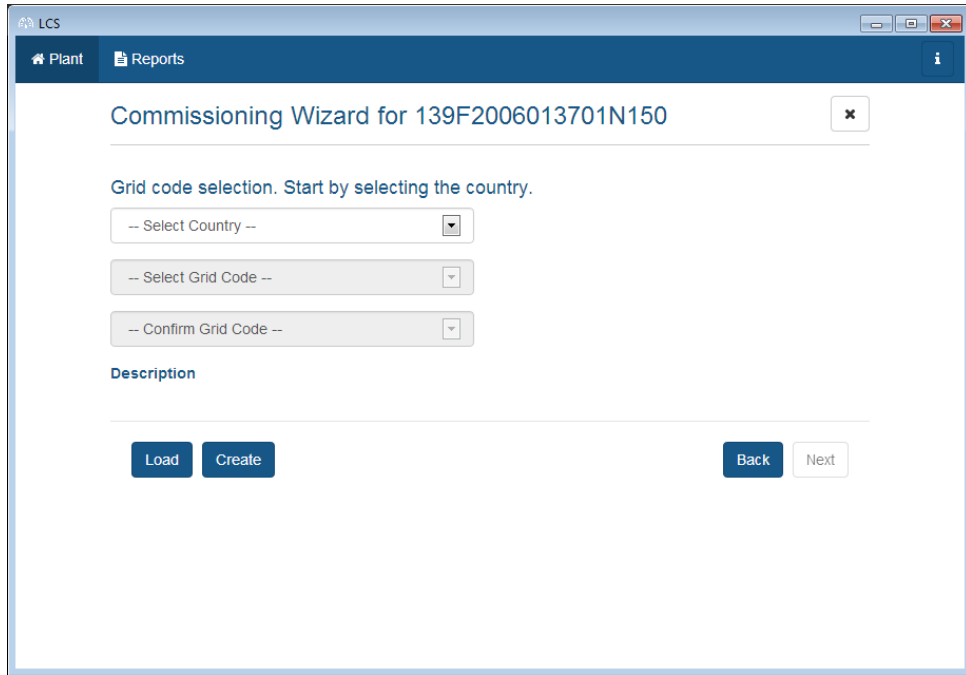

Ilustración 3.7 Herramienta LCS: selección de país y código de red
5. Seleccione el país deseado de la lista de opciones disponibles para los inversores de la red. Consulte *Ilustración 3.7*.
6. Seleccione el código de red deseado de la lista de opciones disponibles para el país seleccionado. Si necesita un código de red personalizado, puede cargarlo mediante el botón «Cargar». Consulte *Ilustración 3.7*. El botón «Crear» está inactivo y no se puede utilizar.